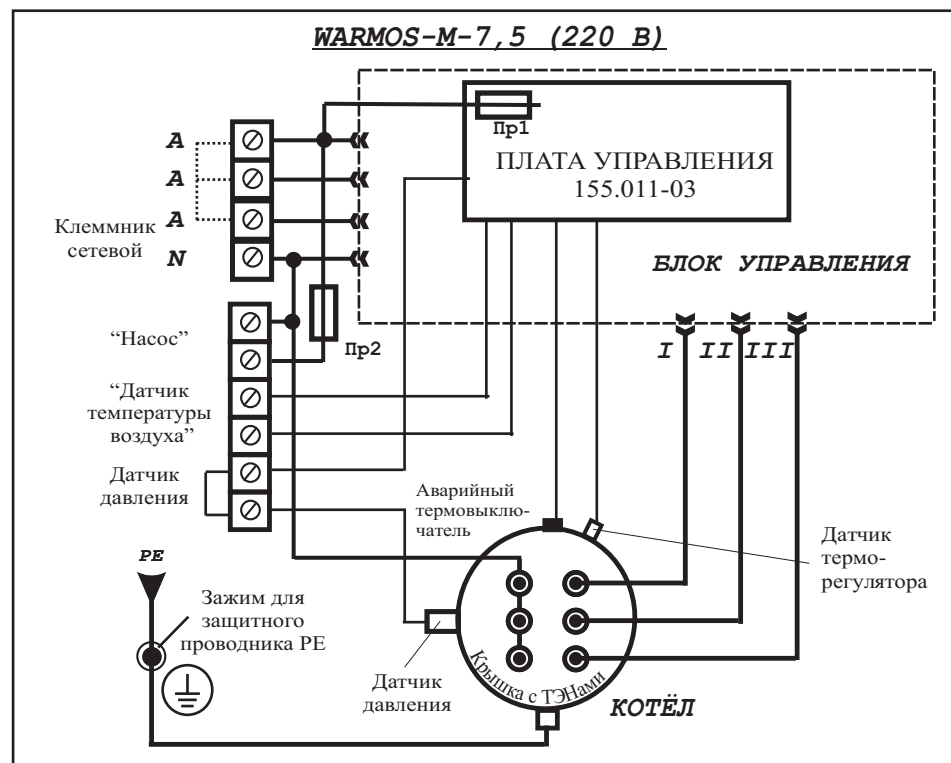

Рисунок 3 - Электрическая схема подключения
6.1.10 При подключении WARMOS-M-7,5 (220В) установить перемычки в зажимах клеммника (пунктирная линия рис.3).